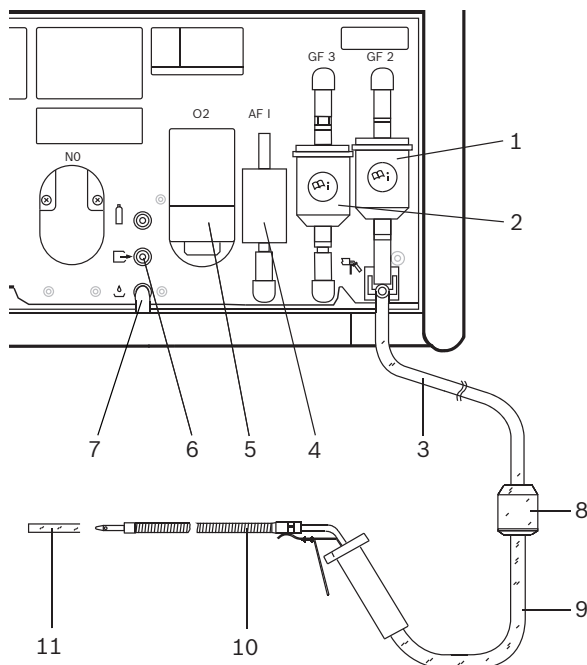

Fig. 3: BEA 060
- Sostituzione del filtro grossolano GF1 (fig. 3, pos. 8) nel tubo flessibile di prelievo.
- Sostituzione del filtro grossolano GF2 (fig. 3, pos. 1), vedere capitolo 5.4.4.
- Controllare se entrambi i tubi flessibili in PVC sono collegati alle uscite del gas (fig. 3 pos. 6 e 7).
- Controllo visivo della sonda di prelievo (fig. 3, pos. 10).
- Sostituzione del filtro al carbone attivo (fig. 3, pos. 4) nel percorso del gas zero.